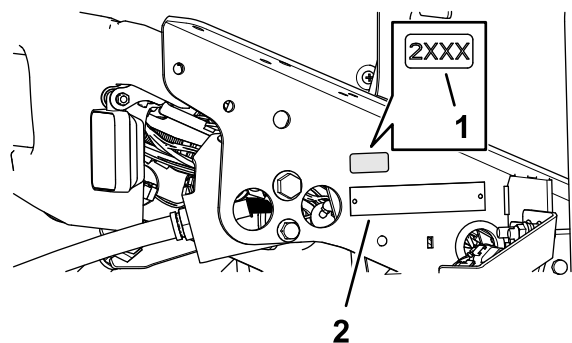

Рисунок 36
1. Очистите поверхность в зоне кронштейна пола рядом с табличкой с серийным номером протирочным спиртом и чистой ветошью и дайте кронштейну высохнуть (Рисунок 36).